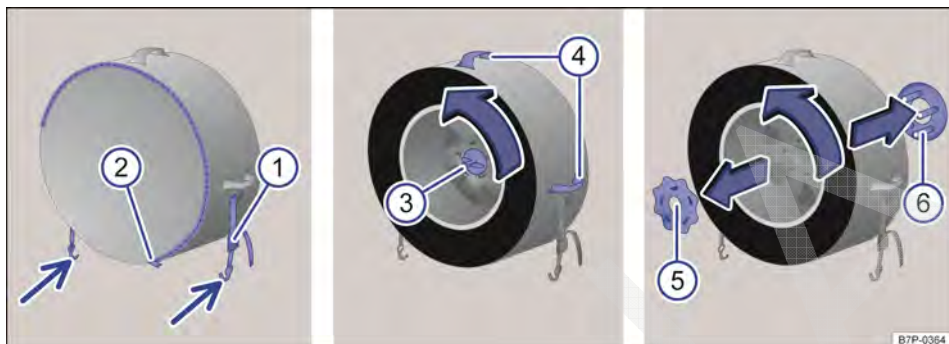

Fig. 276 No compartimento de bagagem: desinstalar e remover a roda sobressalente completa.
- Soltar o cinto de fixação → Fig. 276 (1) da cobertura da roda sobressalente e retirar os dois respectivos ganchos (setas) dos olhais de retenção.
- Abrir o zíper (2) da cobertura da roda sobressalente tanto quanto possível.
- Com a chave de roda, soltar o parafuso central (3) no meio da roda sobressalente, no sentido anti-horário e desaparafusá-lo completamente.
- Fechar completamente o zíper (2) da cobertura da roda sobressalente.
- Levantar a roda sobressalente pelas alças rebatíveis (4) para fora do compartimento de bagagem e colocá-la a uma distância segura do fluxo de trânsito.
- Segurar a placa de retenção (6), e a seguir, girar a arruela de travamento (5) no sentido anti-horário até o batente e retirar junto com a placa de retenção (6).
- Colocar a placa de retenção (6) na roda substituída.
- Inserir a arruela de travamento (5) e girá-la no sentido horário até que a placa de retenção (6) esteja firmemente fixada.
- Fechar o zíper (2) da cobertura da roda sobressalente e levantá-la pelas alças rebatíveis (4) para o compartimento de bagagem.
- Alinhar a cobertura da roda sobressalente de forma que ambos os ganchos (setas) do cinto de fixação (1) possam ser presos igualmente nos olhais de retenção.
- Aparafusar totalmente o parafuso central (3) no centro da roda substituída, e apertá-lo com a chave de roda.
- Prender ambos os ganchos → Fig. 276 (setas) do cinto de fixação (1) nos olhais de retenção e, a seguir, apertar o cinto de fixação.